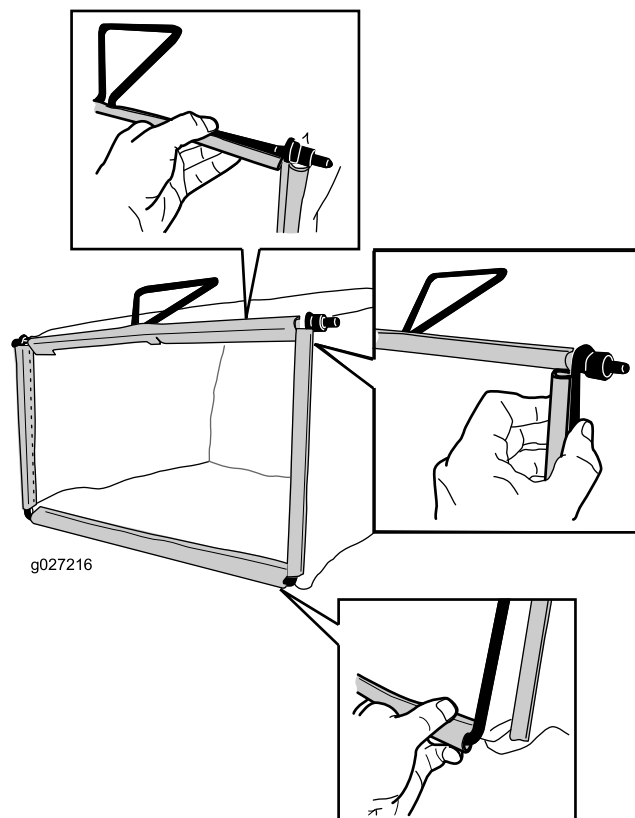

Figura 9
2. Enganche el canal inferior de la bolsa en la parte inferior del bastidor (Figura 9).
3. Enganche los canales superiores y laterales de la bolsa en la parte superior y en los laterales del bastidor, respectivamente (Figura 9).